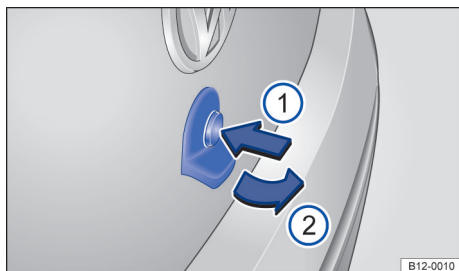

Fig. 54 Abrir a tampa traseira por fora.
- Pressionar o botão → Fig. 54 ❶ e levantar a tampa traseira pela alça ❷.